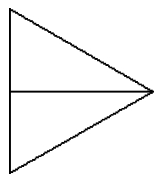

图 15-90 绘制水平直线
(3) 单击“默认”选项卡“绘图”面板中的“直线”按钮, 在对象捕捉绘图方式下, 捕捉线段 AB 的中点和 C 点作为水平直线的起点和终点绘制水平直线, 结果如图 15-90 所示。